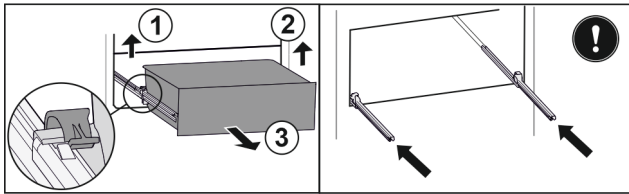

Fig. 182
- Linke Klemme anheben und gleichzeitig Schubfach links nach vorne ziehen. Fig. 182 (1)
- Rechte Klemme anheben und gleichzeitig Schubfach rechts nach vorne ziehen. Fig. 182 (2)
- Schubfach nach vorne entnehmen. Fig. 182 (3)